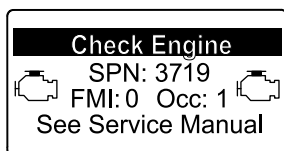

Рисунок 57
- Если потребуется восстановительная регенерация, инфо-центр отобразит предупреждение по двигателю SPN 3719, FMI 16 (Рисунок 57) и компьютер двигателя снизит его мощность до 85%.